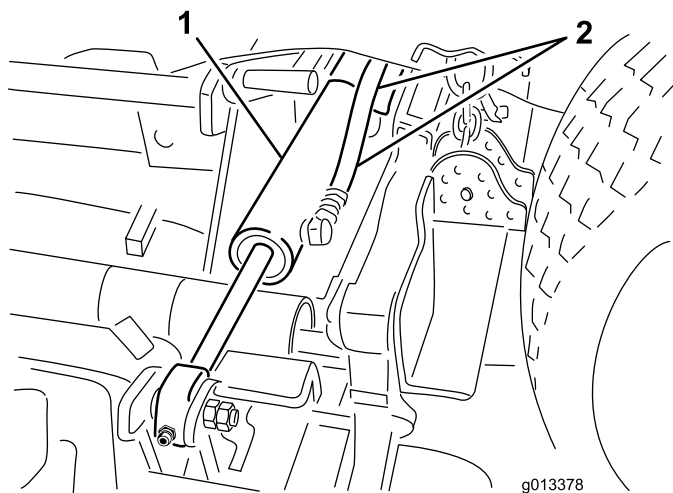

Figure 3
4. Débranchez les flexibles hydrauliques des vérins de levage du plateau latéral (Figure 3).